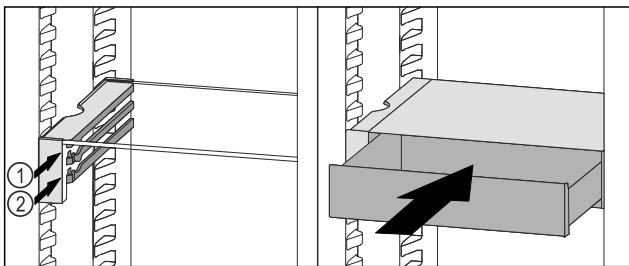

Fig. 106
- ▶ Placer le tiroir VarioSafe derrière les butées sur la nervure désirée Fig. 106 (1) ou Fig. 106 (2).